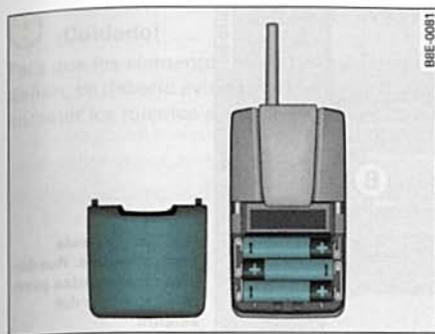

Fig. 134 Control remoto para calefacción / ventilación estacionaria, cambio de batería
- Retire hacia atrás la tapa de las pilas del control remoto ⇒ fig. 134 y quítela.